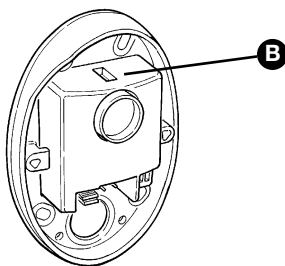

Abbildung 69
**2** Falls die Photozellen PH1 vorgesehen sind, prüfen, ob die LED SAFE **[B]** in Abbildung 69 blinkt (an TX und an RX); wie die LED blinkt, ist unwichtig und auf andere Ursachen zurückzuführen; wichtig ist, dass sie nicht immer aus oder immer ein ist.